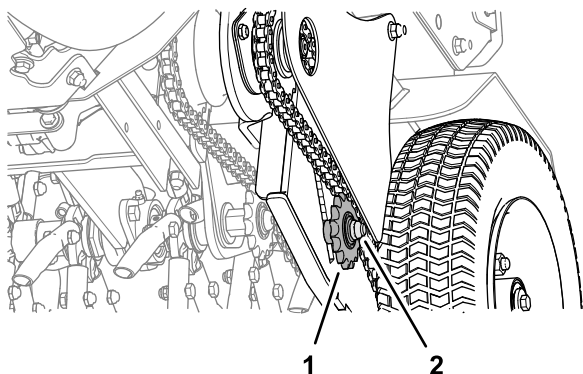

Bild 44
- Um die Kettenspannung einzustellen, lösen Sie die Schraube und die Kontermutter des Spannritzels und drücken Sie das Ritzel nach oben, um die Kette zu spannen (**Bild 44**).